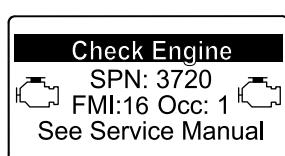

Figure 54
- Avertissement moteurSPN 3720, FMI 16 (Figure 54)